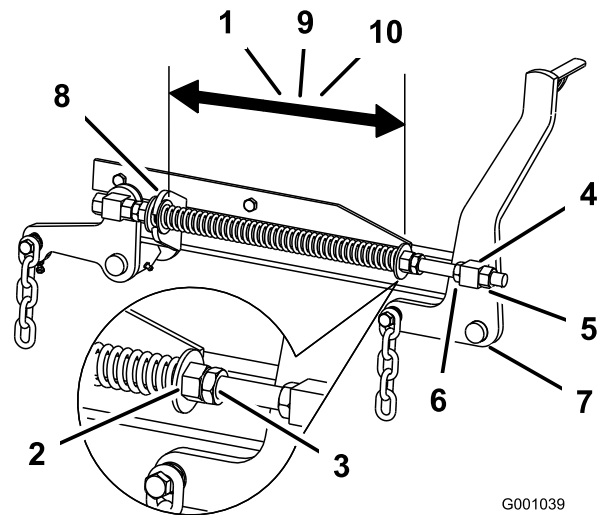

Figura 95
2. Compruebe la distancia entre las dos arandelas grandes, que debe ser de 28.2 cm ($11\frac{1}{8}$ ") para carcassas de corte de 132 cm (52"), de 26.7 cm ($10\frac{1}{2}$ ") para carcassas de corte de 152 cm (60") o de 29.2 cm ($11\frac{1}{2}$ ") para carcassas de corte de 183 cm (72") (Figura 95).
3. Ajuste esta distancia aflojando la contratuerca elástica y girando la tuerca que está delante de cada muelle (Figura 95).
4. Fije la tuerca en la posición deseada apretando la contratuerca elástica (Figura 95).